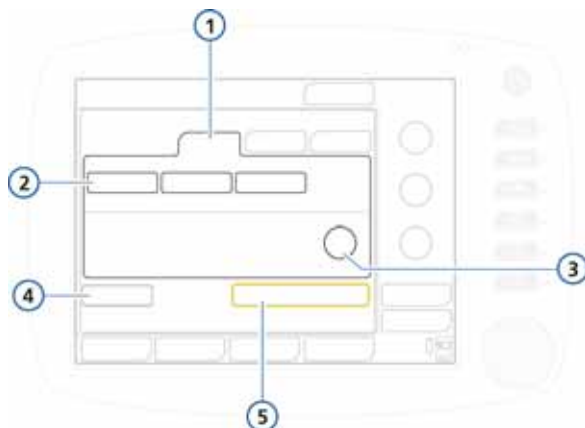

Рисунок 5-1. Группа пациентов «Младенец»
1. В окне «Режим Ожидания» перейдите на вкладку «Младенец». См. рис. 5-1.
На рис. 5-1 они обозначены как «**Младенец 1**», «**Младенец 2**» и «**Младенец 3**» (в ходе настройки названия кнопок можно изменить). Эти настройки устанавливаются в конфигурации (раздел I.6). С помощью функций быстрой настройки можно указать параметры по умолчанию, в том числе применяемый режим вентиляции.